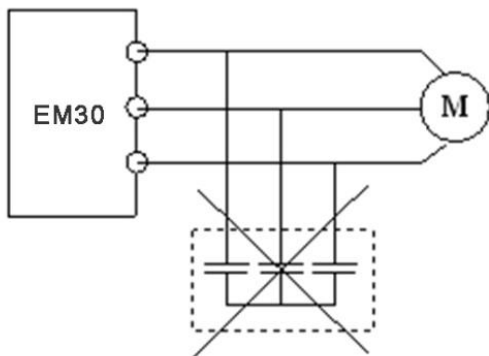

图 2-10 变频器输出端禁止使用电容器
- 由于变频器输出是 PWM 波，输出侧如安装有改善功率因数的电容或防雷用压敏电阻等，都会造成变频器故障跳闸或器件的损坏，务必请拆除。如图 2-10 所示。